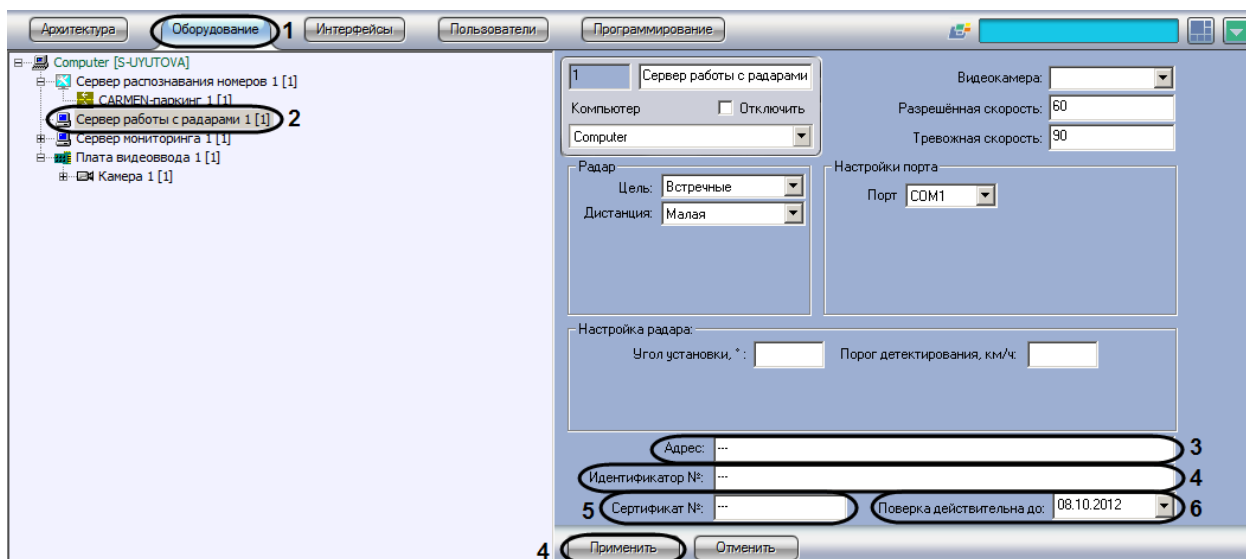

Рис. 7.3—9. Задание сведений об устройстве «Радар» для отображения в отчете о распознанном номере
2. В дереве объектов на вкладке «Оборудование» выбрать объект «Сервер работы с радаром», соответствующий настраиваемому программному модулю «Радар» (см. Рис. 7.3—9, 2). В правой части вкладки «Оборудование» отобразится панель настройки выбранного объекта
3. В поле «Адрес» ввести адрес местонахождения устройства «Радар» (см. Рис. 7.3—9, 3)
4. В поле «Идентификатор №» ввести заводской идентификационный номер устройства «Радар» (см. Рис. 7.3—9, 4)
5. В поле «Сертификат №» ввести номер соответствующего устройству «Радар» сертификата (см. Рис. 7.3—9, 5)
6. Из раскрывающегося списка «Поверка действительно до» выбрать дату, до достижения которой действительна метрологическая поверка устройства «Радар» (см. Рис. 7.3—9, 6)